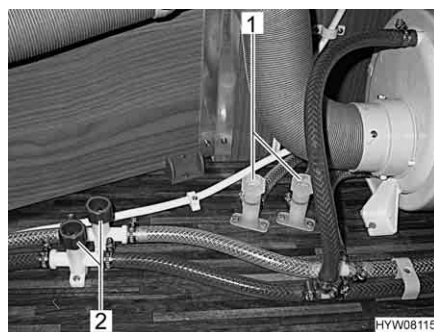

Fig. 125 Rubinetti di scarico per scaldacqua
- Chiudere tutti i rubinetti di scarico. Ruotare i coperchi (Fig. 125,1 e 2) in senso orario.
- Aprire tutti i rubinetti di scarico. A tal fine ruotare i coperchi (Fig. 125,1 e 2) in senso antiorario.